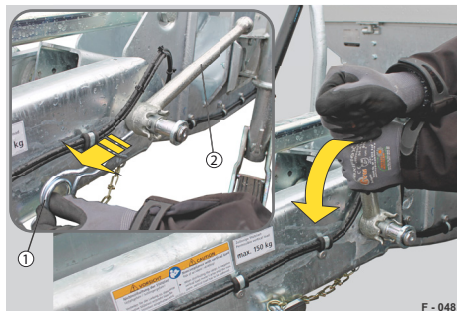

Abb. 46 Feststellknebel lösen
- Federstecker (Abb. 46/1) herausziehen.
- Feststellknebel (Abb. 46/2) lösen und bis zum Anschlag drehen. Mit einem Handgummihammer ggf. nachhelfen.